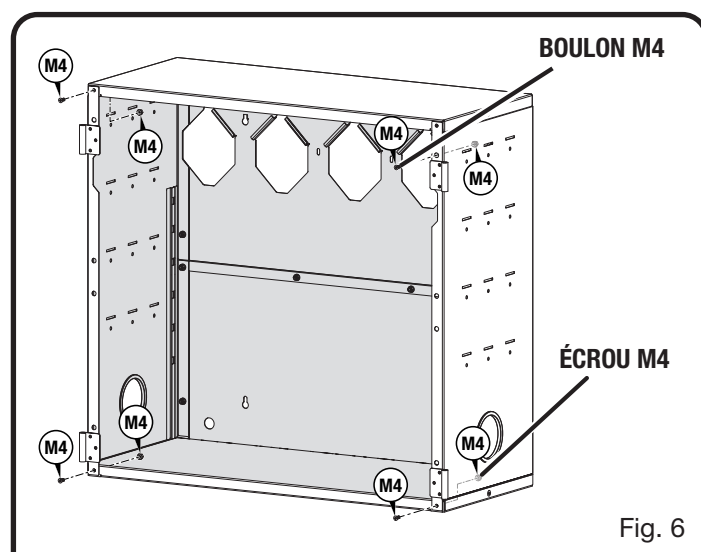

Fig. 6
- Insérer les boulons M4 (4) dans les trous des coins avant de l'armoire, comme il est illustré à la figure 6. Fixer à l'aide des écrous M4 (4).